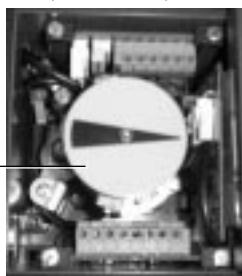

Рис. 15
4.4.4 После окончания настройки срабатывания датчиков PF1 и PF2 установите на место диск - индикатор положения (см. Рис. 15).